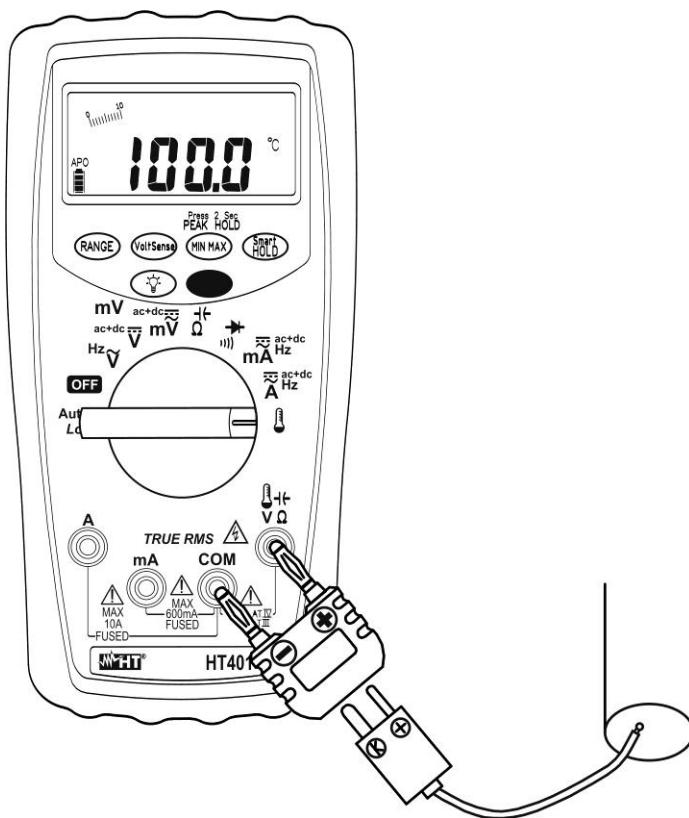

Fig. 10: Medida de Temperatura
4. Conecte la sonda tipo K al instrumento mediante el adaptador respetando las polaridades positiva y negativa presentes en el conector de la sonda (vea Fig. 10). El valor de la temperatura se muestra en el visualizador